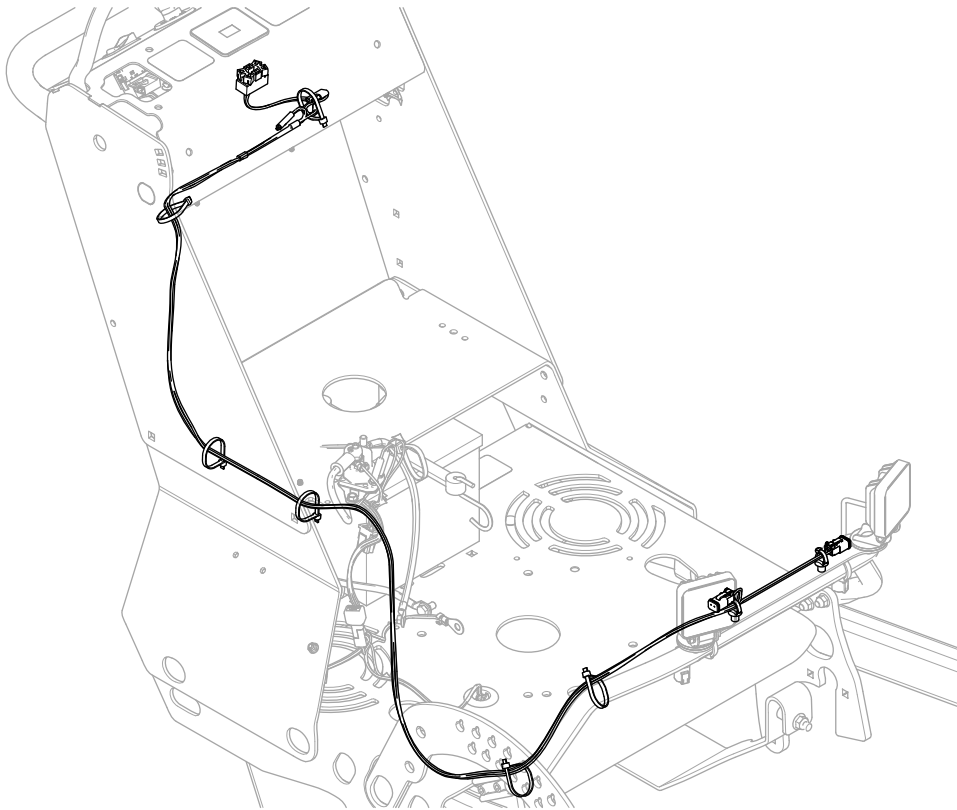

Figura 5
3. Enrute el arnés de cables por el lado derecho de la máquina, como se muestra en la Figura 5.
4. Sujete el arnés de cables a la máquina con las bridas (Figura 5).